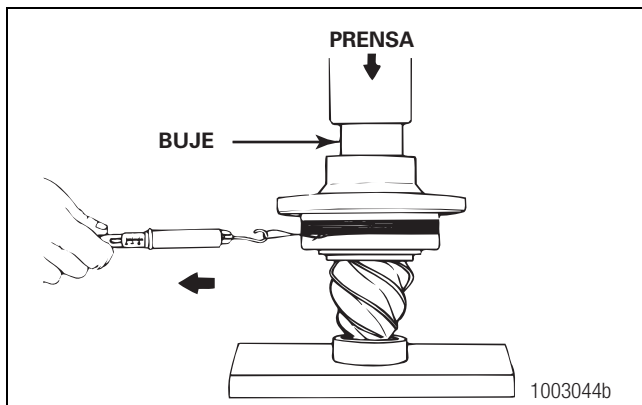

Figura 5.13
- Instale un buje del tamaño adecuado contra la pista interior del cojinete exterior. Figura 5.13.
6. Tire del cordón en línea horizontal. A medida que gira la jaula, lea el valor indicado en la balanza. Anote y registre la lectura. Figura 5.13.